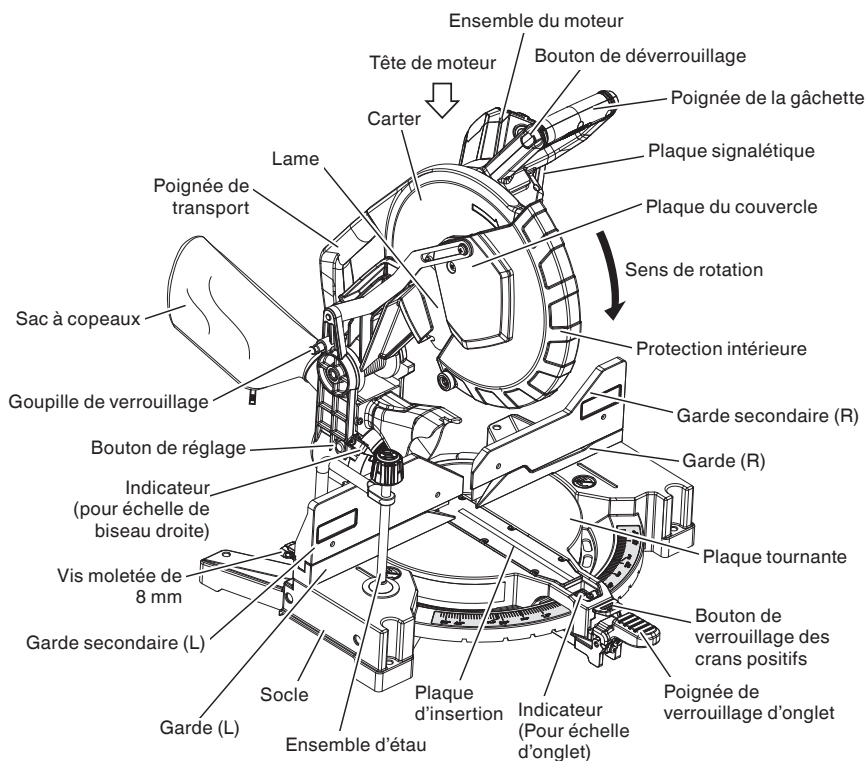
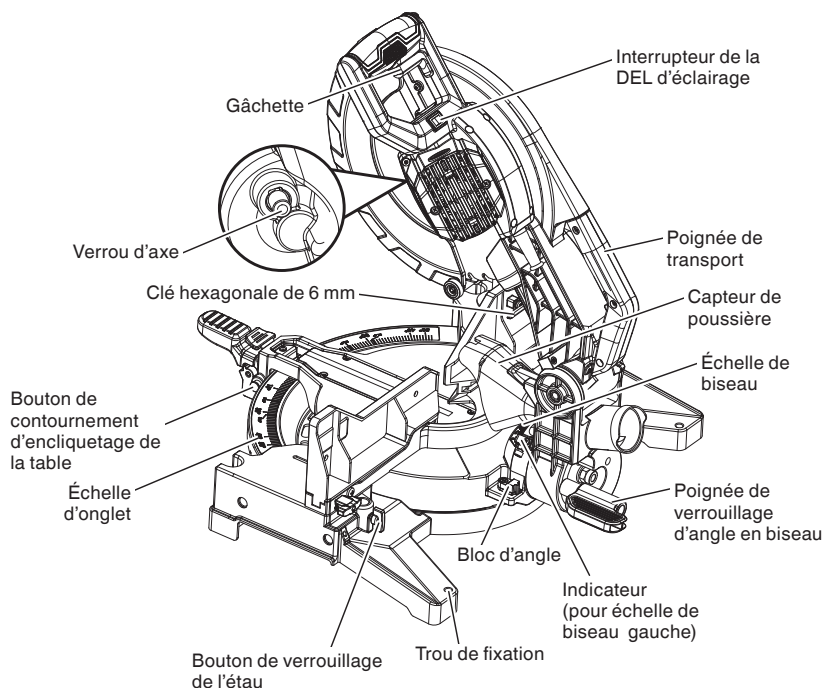

Fig. 1
Fig. 2
Fixer la garde secondaire (L), le sac à copeaux et l'ensemble d'étau comme indiqué sur la Fig. 1 et Fig. 2.
(Fixer l'ensemble d'étau comme illustré à la Fig. 1, Fig. 2 et Fig. 18.)